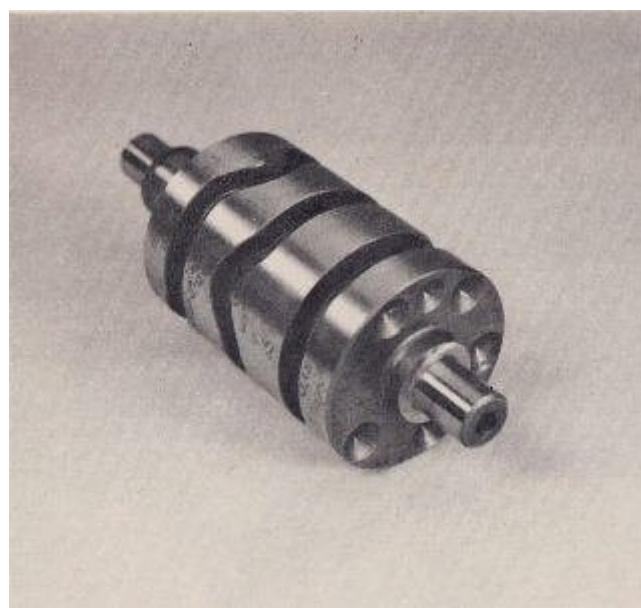

FIG. 27
5. El cambio de batería tiene seis depresiones, hoyuelos o mecanizado en su extremo derecho (Fig. 27).